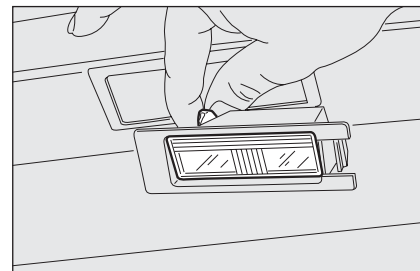

fig. 28
- remplacer l'ampoule **fig. 28** en la dégageant des contacts latéraux et en s'assurant que la nouvelle ampoule soit correctement bloquée entre les contacts mêmes;